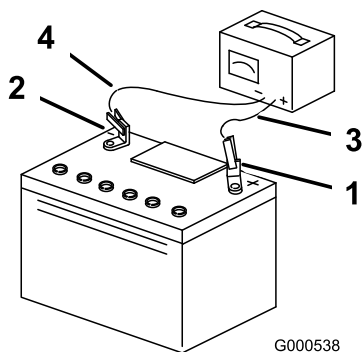

Bild 42
4. Wenn die Batterie voll geladen ist, ziehen Sie den Stecker des Ladegeräts aus der Steckdose. Klemmen Sie dann die Klemmen des Ladegeräts von den Batteriepolen ab (Bild 42).